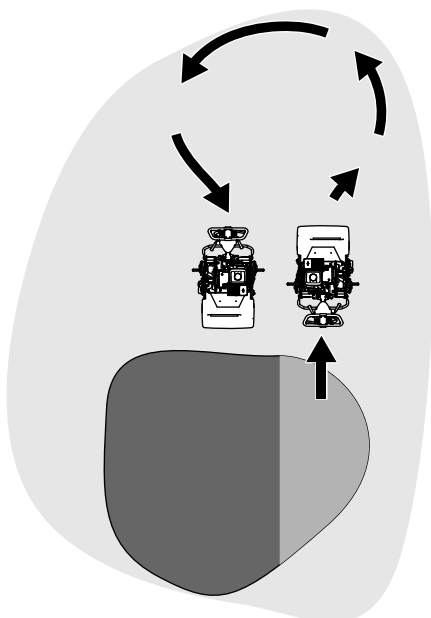

Figura 23
verso il basso) ed eseguendo una curva a goccia sul tamburo di trazione (Figura 23).
1. Individuate la leva di innesto della trazione sulla scatola di trasmissione (Figura 23).